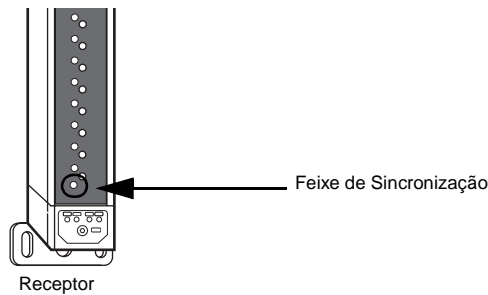

Figura 9: Feixe de Sincronização
2. Verificar se o feixe sincronizado (figura 9) não está obstruído.